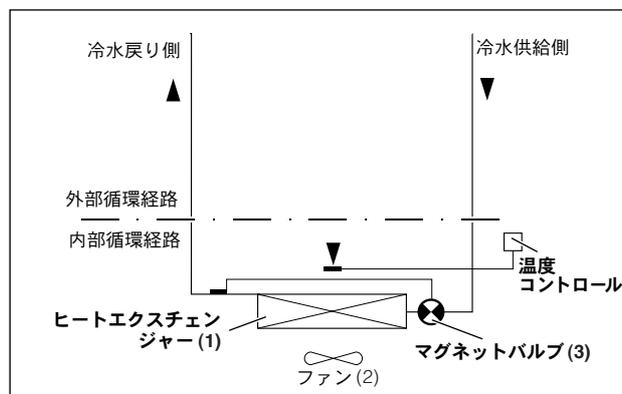

図 2: 水冷ヒートエクスチェンジャー
水冷式ヒートエクスチェンジャーは、主に 3 つの部分から構成されています (図 2 参照) : ヒートエクスチェンジャーユニット (1)、ファン (2)、マグネットバルブ (3) がそれぞれパイプで連結されています。